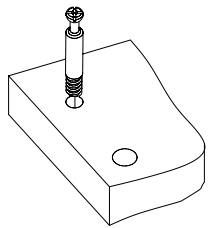
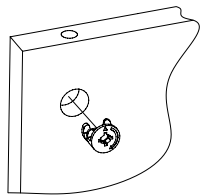

Рис.1
Рис.2
1. Подготовьте детали к сборке. Вкрутите шпильки минификсов в детали 1, 4, 5, 11 (Рис.1). Вставьте головки минификсов в детали 3, 4, 5, 6, 7, 8, 9 (Рис.2).